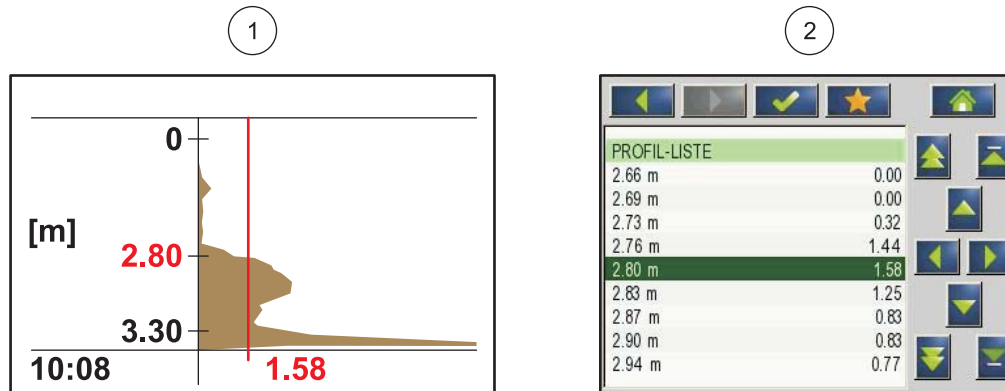

Рисунок 3 Профиль в виде графика и списка
Отраженные сигналы от слоев, расположенных дальше от датчика, будут тише (слабее) сигналов от близко расположенных слоев. SONATAX sc компенсирует это затухание. Результат отображается в SONATAX sc в виде профиля. Данные располагаются в меню датчика SENSOR SETUP (НАСТРОЙКА ДАТЧИКА) > TEST / MAINT > SIGNALS (Настройка датчика > Сервис > Сигналы) в списке профиля (см. PROFILE LIST \(Список профиля\) на стр. 30) ((2) Рисунок 3). Графическое отображение (например, sc1000) показывает профиль измерений в виде графика ((1) Рисунок 3).